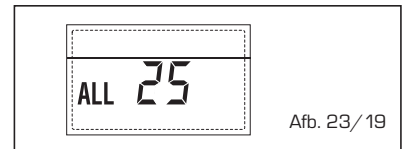

Afb. 23/18
- STORING SOLARSONDE BOILER (S2) "ALL 25" (Afb. 23/19)